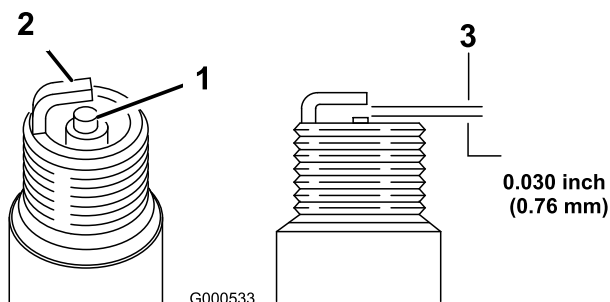

Figura 24
5. Fije el hueco entre los electrodos en 0.76 mm (0.030 pulg.) (Figura 24).